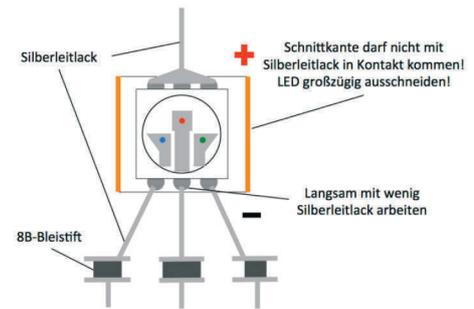

Bild 14: Arbeitshinweise
- Verbinde die Lötstellen der LED und die Striche mit Silberleitlack (siehe Bild 14).